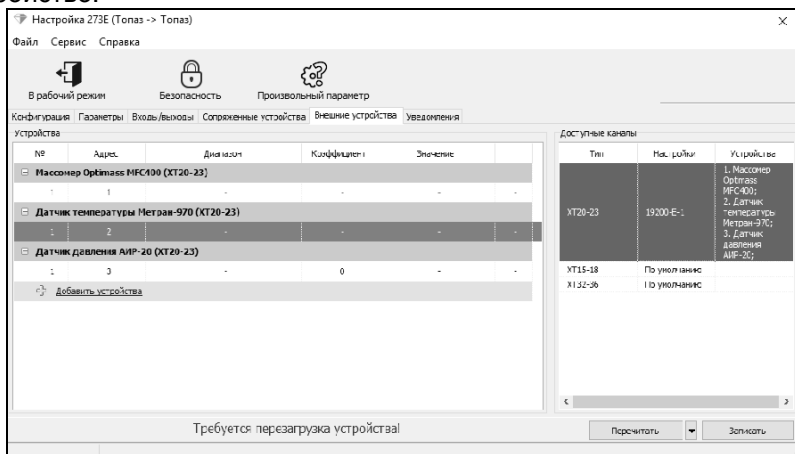

Рисунок 12
– В столбце "Адрес" для массомера задать адрес "1". Для датчика температуры задать адрес "2", а датчику давления адрес "3". В правом поле "Доступные каналы" в столбце "Настройки" изменить параметры "По умолчанию" на "19200-E-1" (рисунок 12).